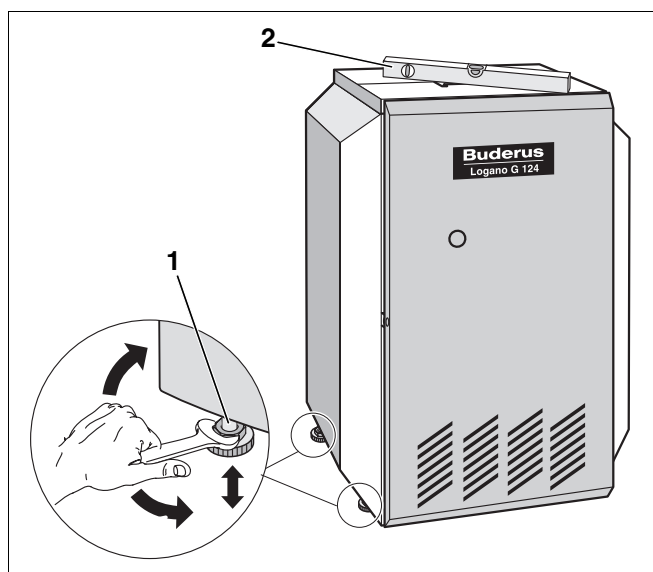

Fig. 7 Pozitionarea cazanului de incalzire prin intermediul suruburilor de reglare
- În funcție de necesități rotiți șuruburile (Fig. 7, **Poz. 1**) în interior sau în exterior, pentru a poziționa cazanul de încălzire într-o poziție orizontală (Fig. 7, **Poz. 2**) sau verticală.